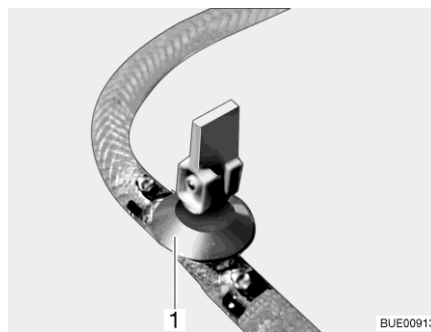

Bild 192 Ablasshahn (mit Kipphebel)
- Alle Ablasshähne schließen. Dazu den Kipphebel des Ablasshahns (Bild 192,1) waagrecht stellen.